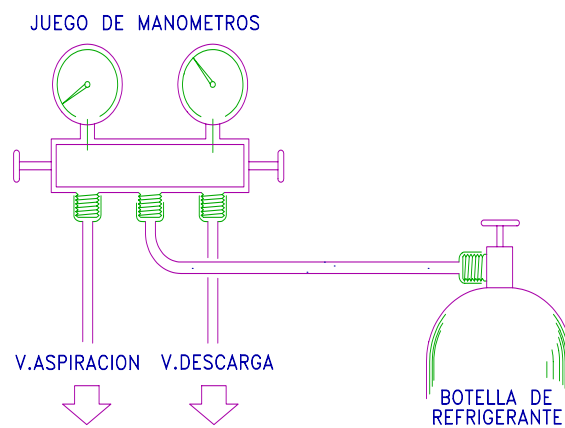

Fig.13
Abrir la válvula de la botella y sangrar la tubería de conexión a la toma (2), permitiendo que el gas se escape a través de dicha toma (fig. 13).